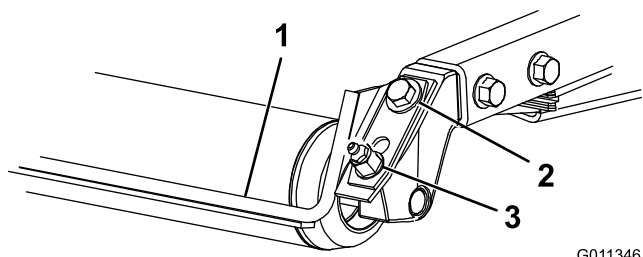

Figura 18
1. Afloje el engrasador y el tornillo de montaje (Figura 18).